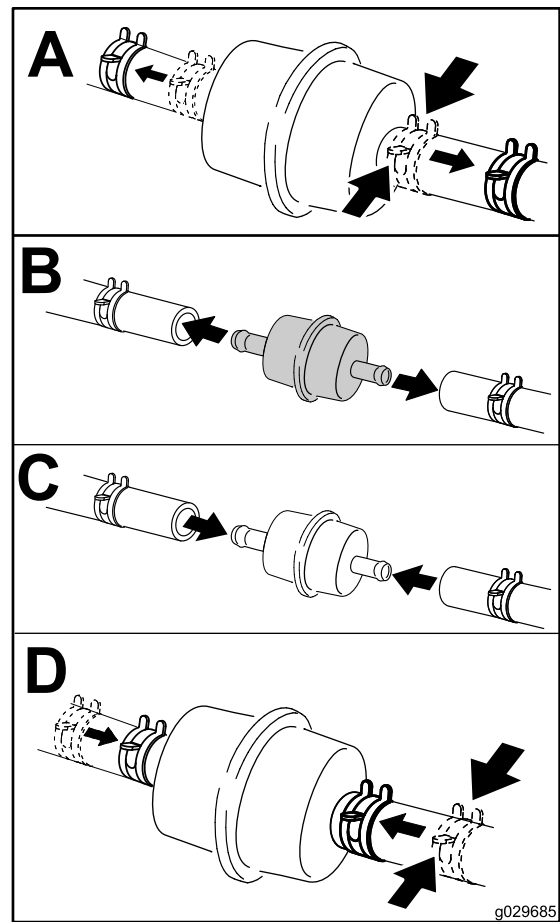

Figura 76
4. Cambie el filtro de combustible (Figura 76).